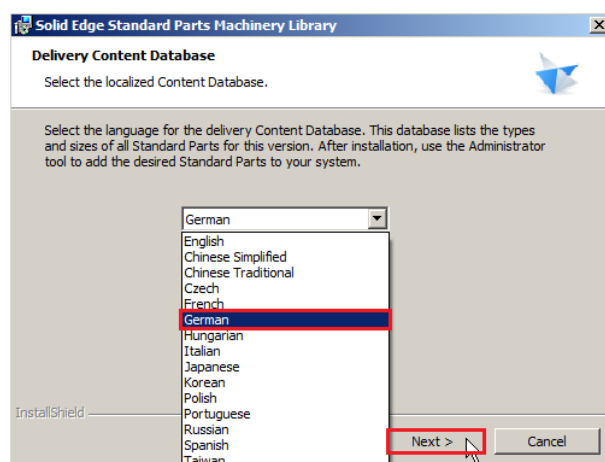

Abbildung 6
2.4. Wählen Sie als die zu installierende Sprachversion *German* aus und bestätigen die Auswahl mit einem Klick auf *Next* (Abb. 6).